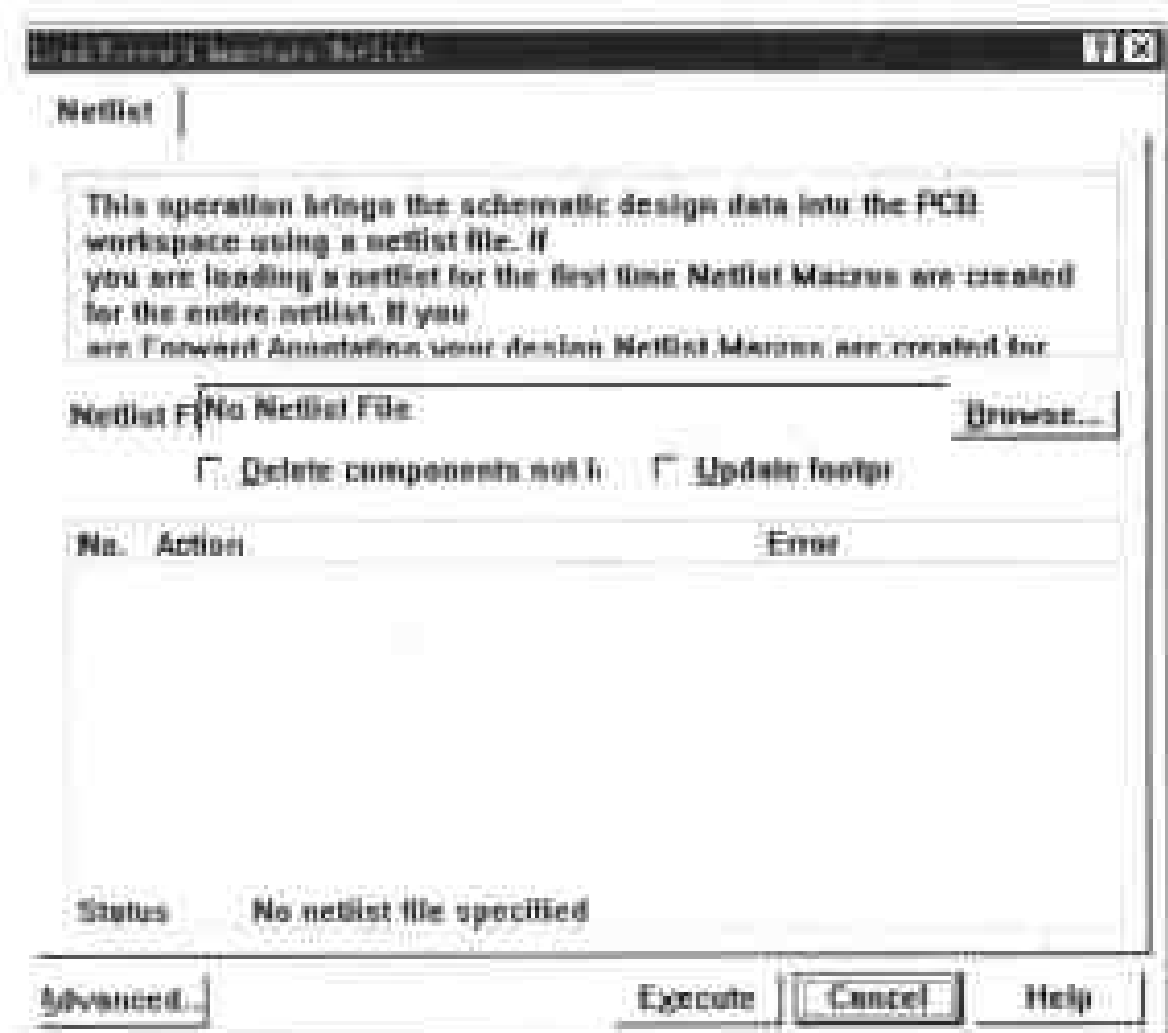

图 5-153 网络表管理器对话框
(1) 选取主菜单命令 Design\Netlist...，系统将弹出如图 5-153 所示的网络表管理器对话框。